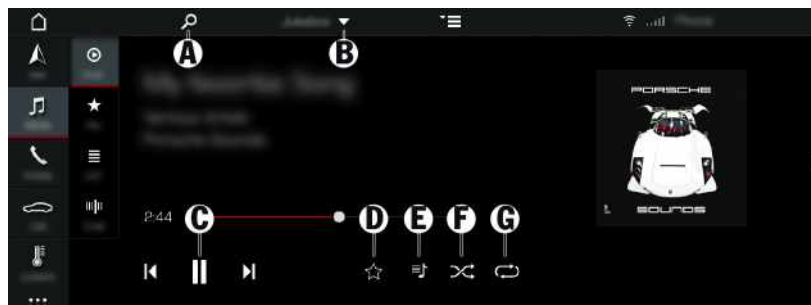

Fig. 112: Lecture de médias
- Activation de la lecture aléatoire : (voir F (fig. 112))
- Répéter titre : (voir G (fig. 112))
- Affichage de la liste de lecture actuelle : (voir E (fig. 112))